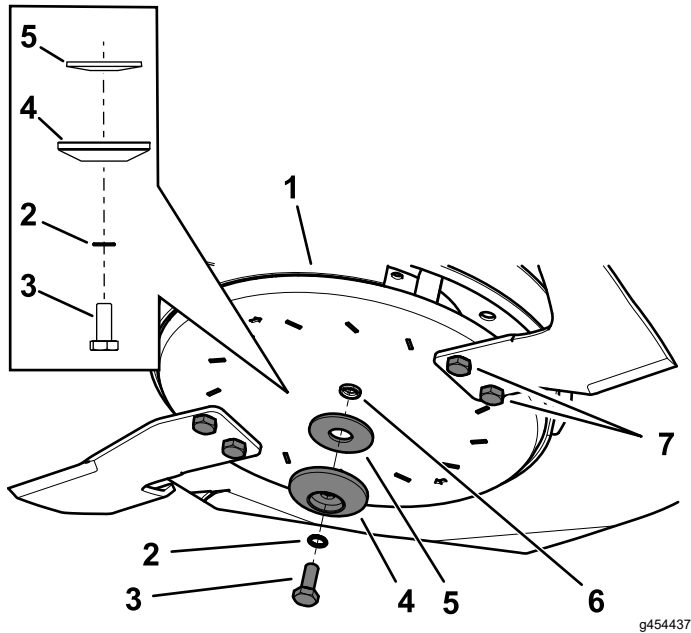

Figura 105
2. Rimuovete il bullone della lama, la rondella seghettata, il fermo della lama e la rondella curva dall'albero del mandrino (Figura 105).
3. Rimuovete il gruppo delle lame (Figura 105).